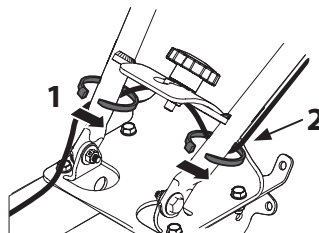

Figura 9
2. Dirija el cable del control de parada de emergencia hacia arriba y alrededor de la parte trasera de la manija del lado derecho, y asegúrelo justo debajo del pivote del manillar, junto con los cables de los embragues, utilizando un precinto. Consulte 1 en la Figura 9.
3. Asegure el cable con un precinto en el manillar izquierdo, justo debajo del pivote del manillar y dirija el cable por la parte superior del manillar izquierdo. Consulte 2 en la Figura 9.